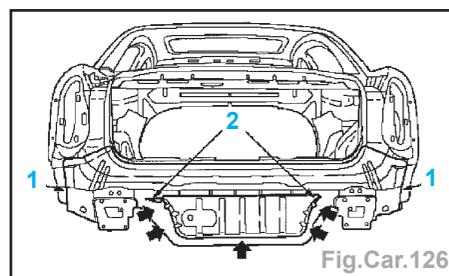

Fig.Car.126
- Pré-percer le panneau arrière intérieur (1 et 2) ; faire 7 préperçages (Fig.Car.126).
- Riveter le panneau arrière intérieur avec 5 rivets étanches à l'eau (flèches) (Fig.Car.126).